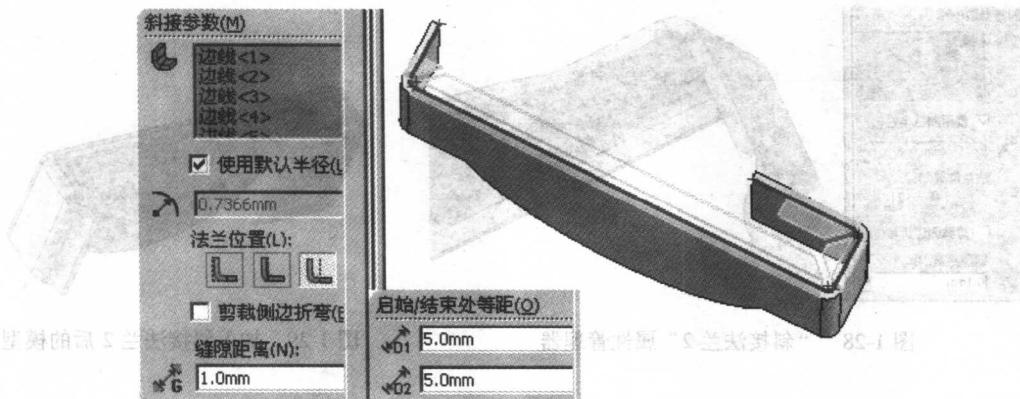
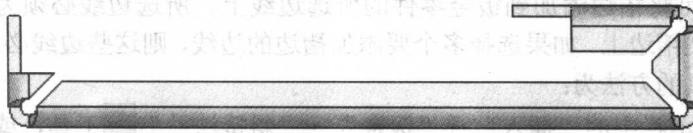

图 1-25 修改斜接法兰参数
图 1-26 修改参数后创建的斜接法兰效果
(5) 下面对斜接法兰 1 进行编辑。在特征管理器中右键单击“斜接法兰 1”特征，在弹出的快捷菜单中选择“编辑特征”，在斜接法兰属性管理器中将“缝隙距离”改为 1，“起始处等距”改为 5，“结束处等距”改为 5。单击“确定”图标按钮完成斜接法兰编辑，如图 1-25 所示。修改斜接法兰参数后的模型如图 1-26 所示。